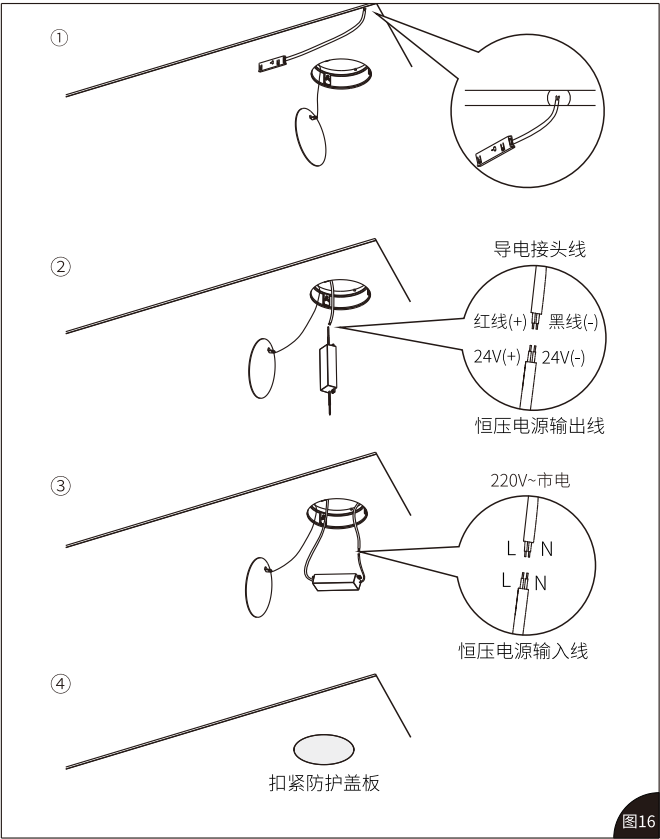

图16
10、产品接线，如图16所示：
- ①将导电接头固定在轨道上，并将导线穿过轨道一端槽内的开孔；
- ②将导电接头线从预埋件中穿出，并与恒压电源输出线相连接；
- ③将恒压输入线与220V~市电相连接；
- ④将电源放入预埋件天花板内，扣紧预埋件防护盖板。